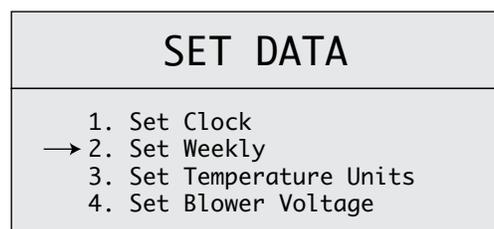

Figure 22
1. Appuyer et tenir le bouton ENTRÉE  jusqu'à ce que le menu « Set Data » (réglage des données) apparaisse à l'écran. À l'aide du bouton FLÈCHE BAS, sélectionner « Set Weekly » (réglage hebdomadaire). Appuyer sur ENTRER. Cela vous dirigera à l'écran « Weekly Schedule » (horaire hebdomadaire). **VOIR FIGURE 22.**